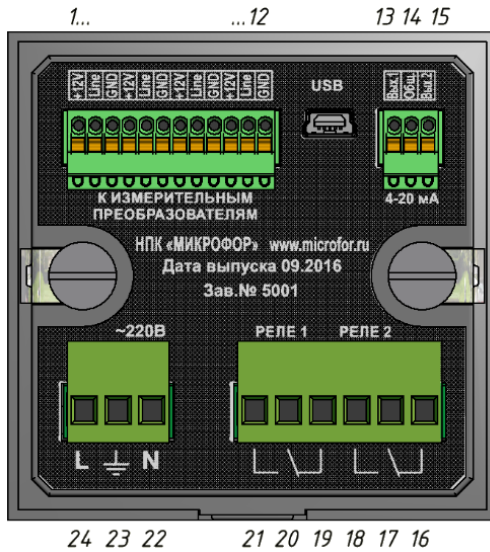

Рис.9. Вид задней панели блока индикации.
6.8. Подключение напряжения питания, исполнительных устройств и измерительных преобразователей осуществляют к разъемным клеммным блокам, расположенным на задней панели блока индикации (рис.9).